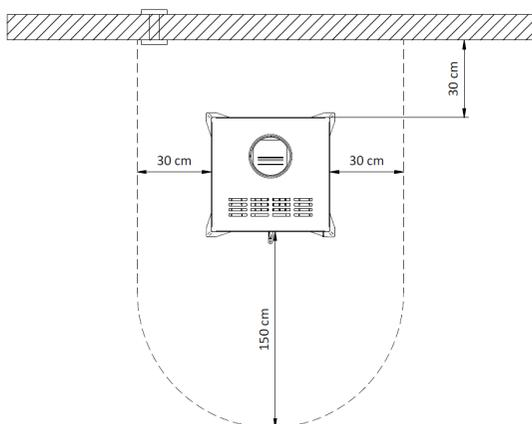

Figura 19 - Distâncias mínimas de segurança
* Na vizinhança das paredes da salamandra não devem ser utilizados materiais combustíveis. Deve respeitar uma distância de segurança de 30 cm em relação às costas, 30 cm às laterais e 150 cm na frente, Figura 19.